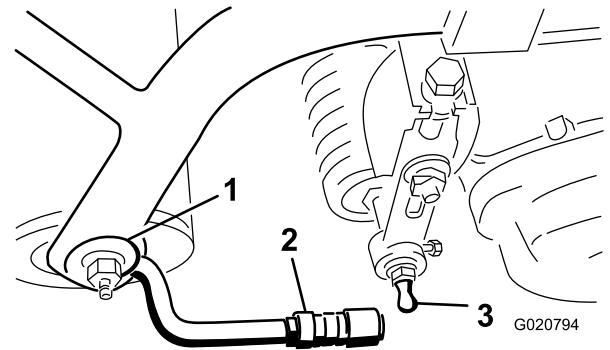

Figura 6
3. Deslice hacia atrás el manguito del casquillo receptor de la articulación esférica y enganche el receptor sobre el espárrago con bola de la unidad de corte. Suelte el manguito para que pueda deslizarse sobre el espárrago, afianzando el conjunto (Figura 6).